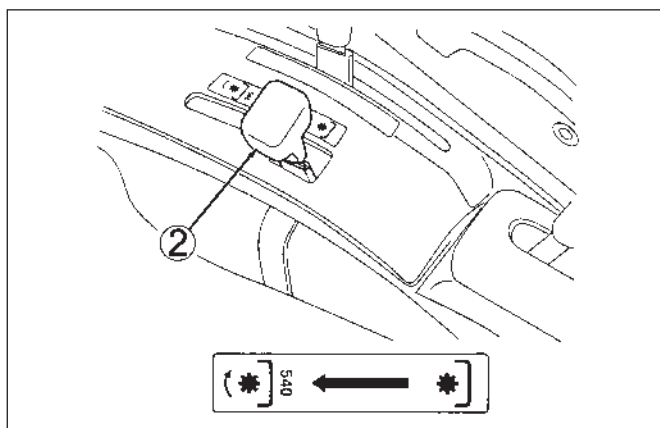

FIG. 5-22
FIG. 5-22: Ces tracteurs ont un double embrayage. Pour sélectionner la prise de force arrière, enfoncez complètement la pédale d'embrayage pour débrayer l'entraînement de prise de force et de transmission. Attendez l'arrêt de l'arbre d'entraînement et puis déplacez le levier (2) à gauche du siège à la position 540 t/min.